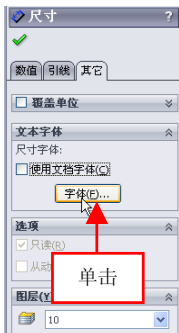

图 12-33 单击【字体】按钮
(4) 单击鼠标左键，弹出【尺寸】属性管理器，切换至【其它】选项卡，在【文本字体】选项区中，取消选中【使用文档字体】复选框，单击【字体】按钮，如图 12-33 所示。